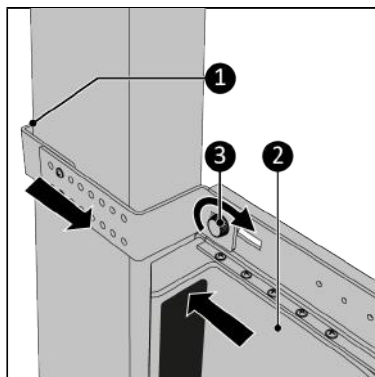

Figure 167.
9. Poussez fermement le Way-out contre le cadre de la fenêtre (Figure 167, pos. 2).
10. Tirez le support vers vous autant que possible (Figure 167, pos 1) afin qu'il se fixe correctement.
11. Serrez le cache de la vis (Figure 167, pos. 3).